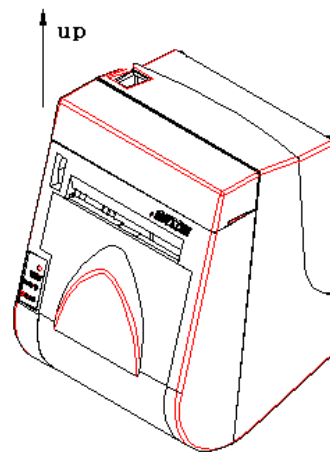

Abbildung 2
- 2) Der Drucker wird dann vertikal an die Wand gehängt: siehe Abbildung 2.